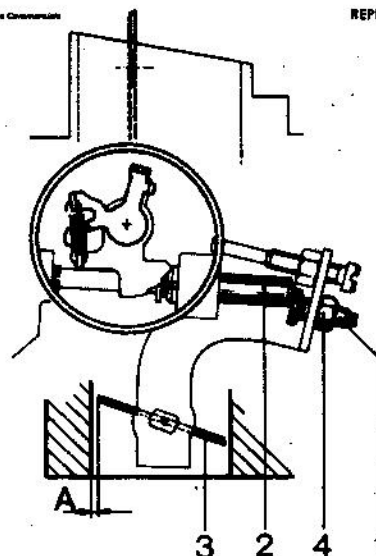

Fig. 2
- 1) Réglage du ralenti accéléré sur la tige (figure 2)
- Vérifier que la vis (1) soit en appui sur la tige (2)
- Agir sur la vis (1) jusqu'à obtenir l'ouverture des papillons primaires (3) correspondant à la cote "A". La valeur de la cote "A" est indiquée sur la fiche de réglage du carburateur en question.
- Bloquer l'écrou (4)